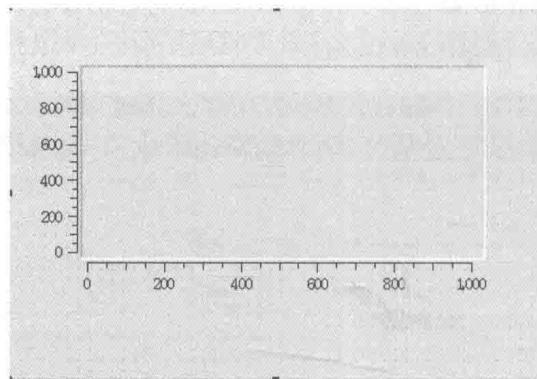

图 9-17 增加控件后示意图
(3) 在 UI 中新增加一个 plot 控件实体，命名为 myplot，如图 9-17 所示。